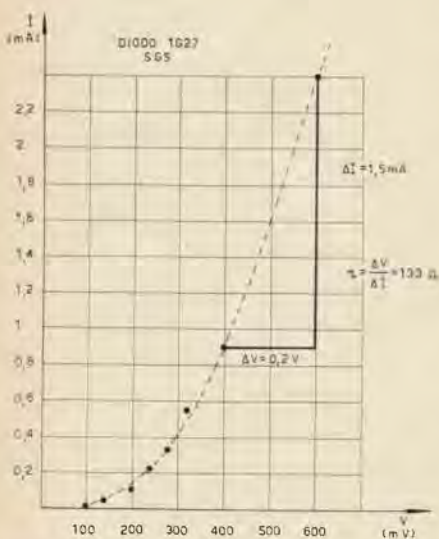
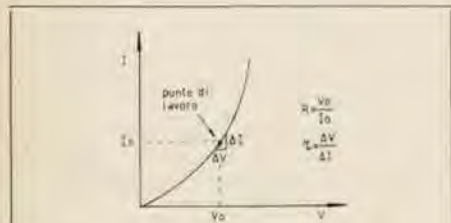

Figura 4
Figura 7
L'unico accorgimento da prendere consiste nel sottrarre dalla corrente letta nell'ampmetro la corrente assorbita dal voltmetro, che certamente passa per il voltmetro e non per il diodo. Il grafico riportato in figura 4 è stato ottenuto in questa maniera operando con un diodo SGS 1G27. Sarebbe bene completare il grafico facendo anche qualche misura di corrente inversa.
Questo fatto è sfruttato in certi diodi, chiamati varicap, epicap ecc., per realizzare, assieme a induttori, circuiti risonant la cui frequenza d'accordo può essere variata con comando elettrico (figura 7). L'effetto della capacità è molto fastidioso nell'impiego dei diodi ad alta frequenza, per esempio come rivelatori: se la capacità è grande o se la frequenza di lavoro è elevata il diodo si comporta più da condensatore che da diodo, e l'efficienza di rettificazione diminuisce.
Che un diodo si comporti in pratica come un resistore di valore diverso a seconda del punto di lavoro, e soprattutto a seconda che sia polarizzato direttamente o inversamente, lo si era già visto, ma è bene sottolinearlo, perché può tornare utile per certe applicazioni. Naturalmente qui consideriamo la resistenza dinamica del diodo e non quella statica, perché facciamo riferimento al caso in cui al diodo, polarizzato a una certa corrente, sia applicata una piccola tensione alternata tale da non allontanarlo troppo dal suo punto di lavoro. Ciò è illustrato in figura 7 dove si è indicata, per un certo punto di lavoro, la resistenza statica R come il rapporto tra la tensione e la corrente continua di polarizzazione, e la resistenza dinamica r come il rapporto tra le variazioni della corrente e della tensione attorno al punto di lavoro anzidetto. Una espressione per il valore della resistenza dinamica di un diodo può essere ricavata dalla equazione teorica del diodo (1) vista in precedenza.
La maniera migliore per ottenere la dipendenza effettiva della resistenza dinamica del diodo dalla corrente consiste nel tracciare la curva caratteristica e poi procedere punto per punto, come indicato in figura 7, al calcolo di tale grandezza. Facendo riferimento al diodo 1G27, di cui si è misurata la caratteristica riportata in figura 4, si vede subito che il valore della resistenza dinamica varia moltissimo con la corrente.